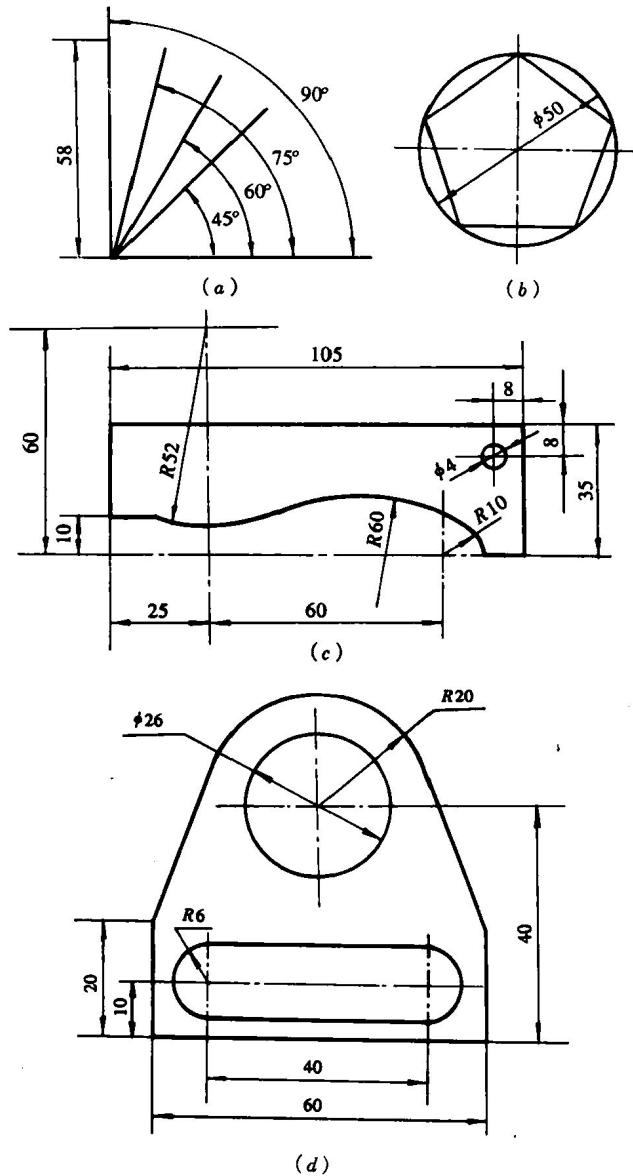

图 1-9 平面划线
平面划线(图 1-9)。
- ①明确划线的作用；
- ②正确使用平面划线工具；
- ③掌握一般的划线方法和正确地在线条上冲眼。
①准备好所用的划线工具，并对实习件进行清理和划线表面涂色。
②熟悉各图形划法，并按各图应采取的划线基准及最大轮廓尺寸安排好各图基准线在实习件上的合理位置。
③按图依次完成划线（图中不注尺寸，作图线可保留）。
④对图形、尺寸复检校对，确认无误后，在图 1-9 (d) 中的 φ26 孔，尺寸 40 的长形腰孔的线条上，打上检验冲眼。
①划线工具的使用方法及划线动作必须正确。
②保证划线尺寸、冲眼的准确性及划出的线条细而清楚。
③划线后必须仔细地复检校对工件，避免差错。